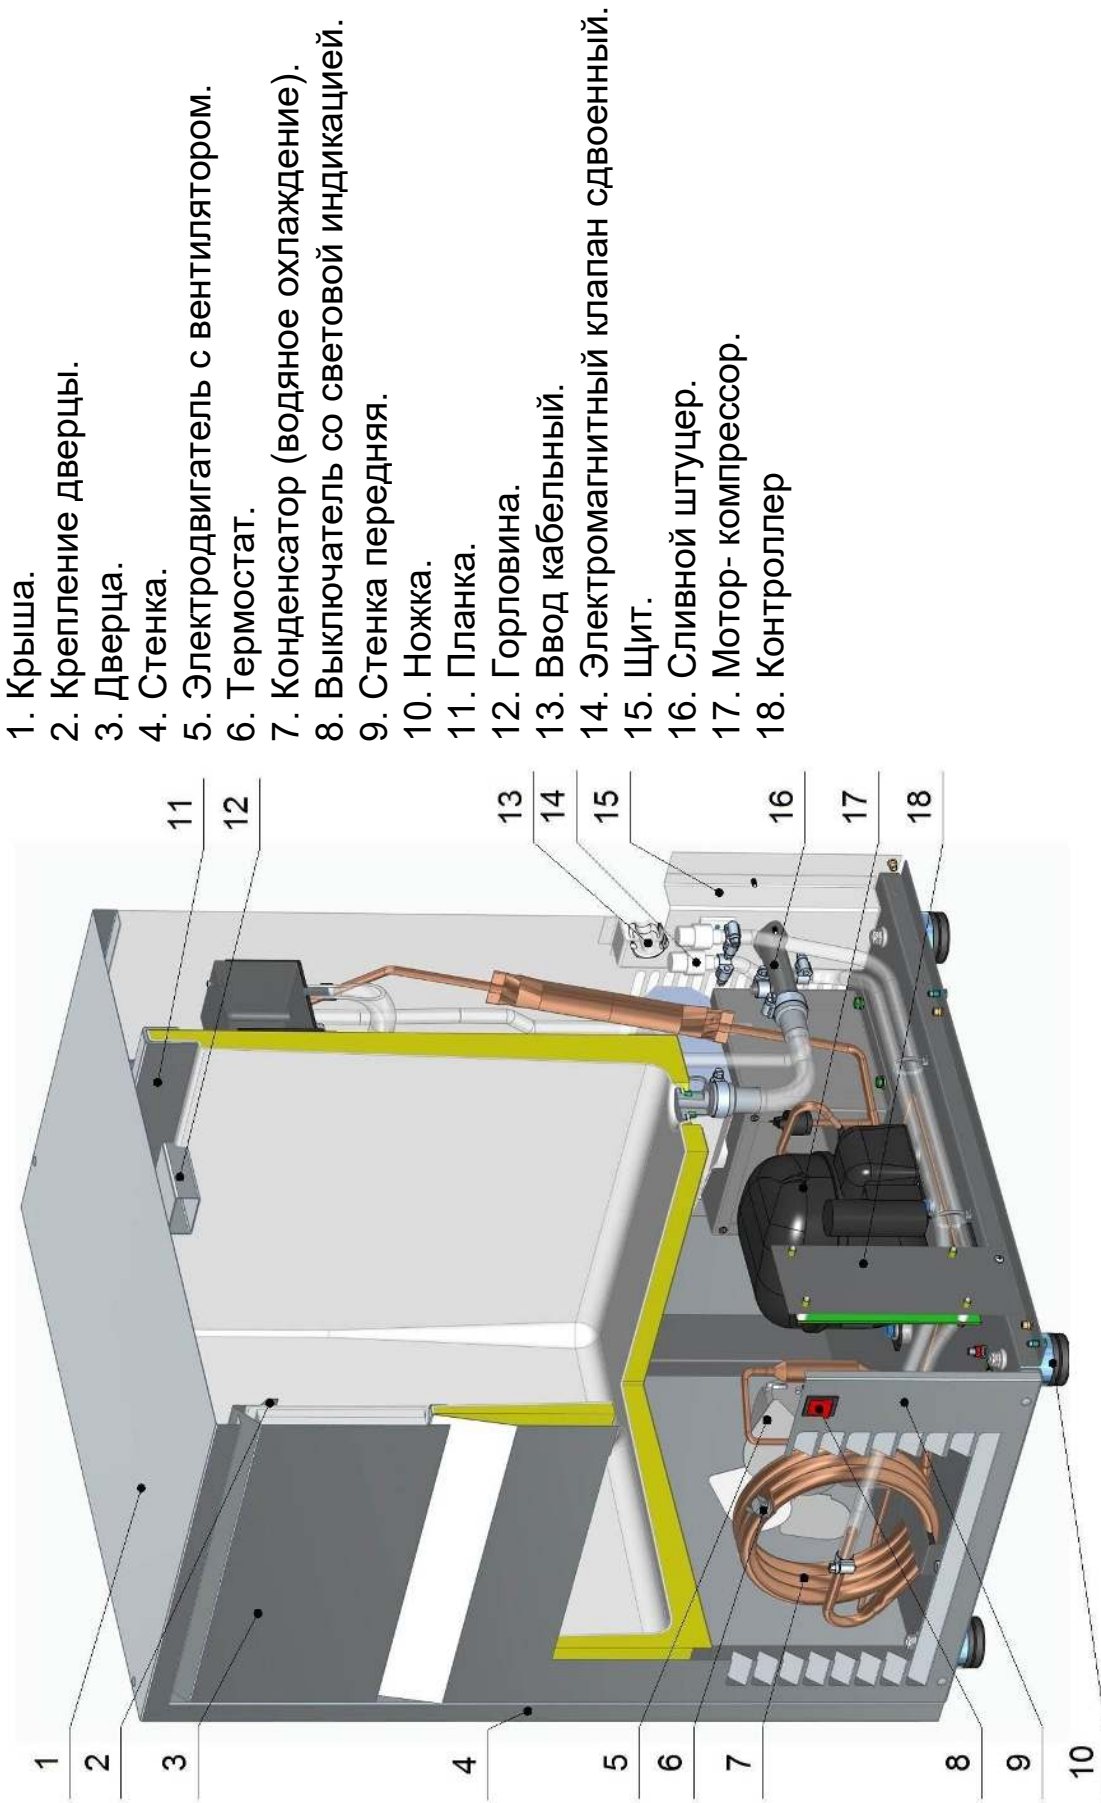
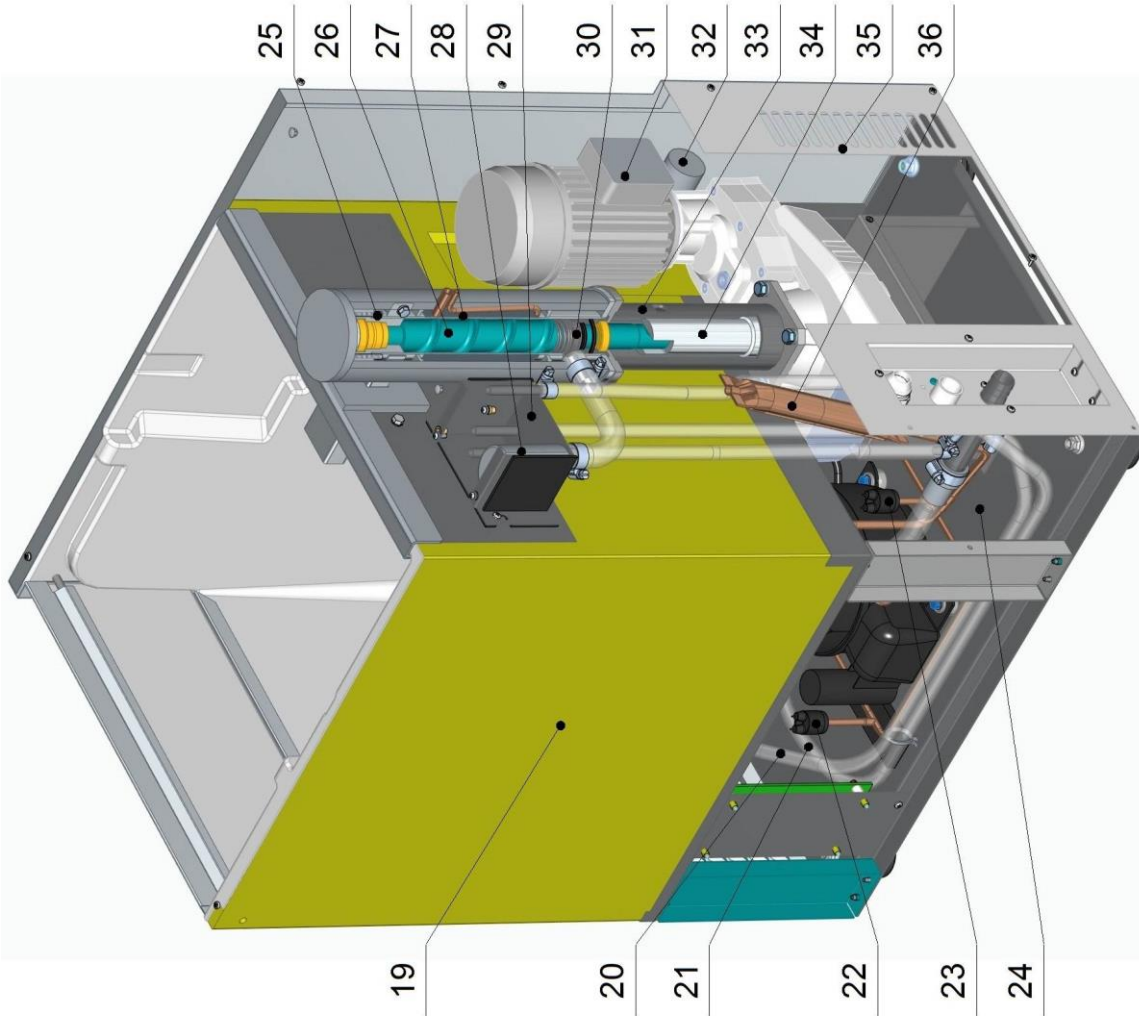
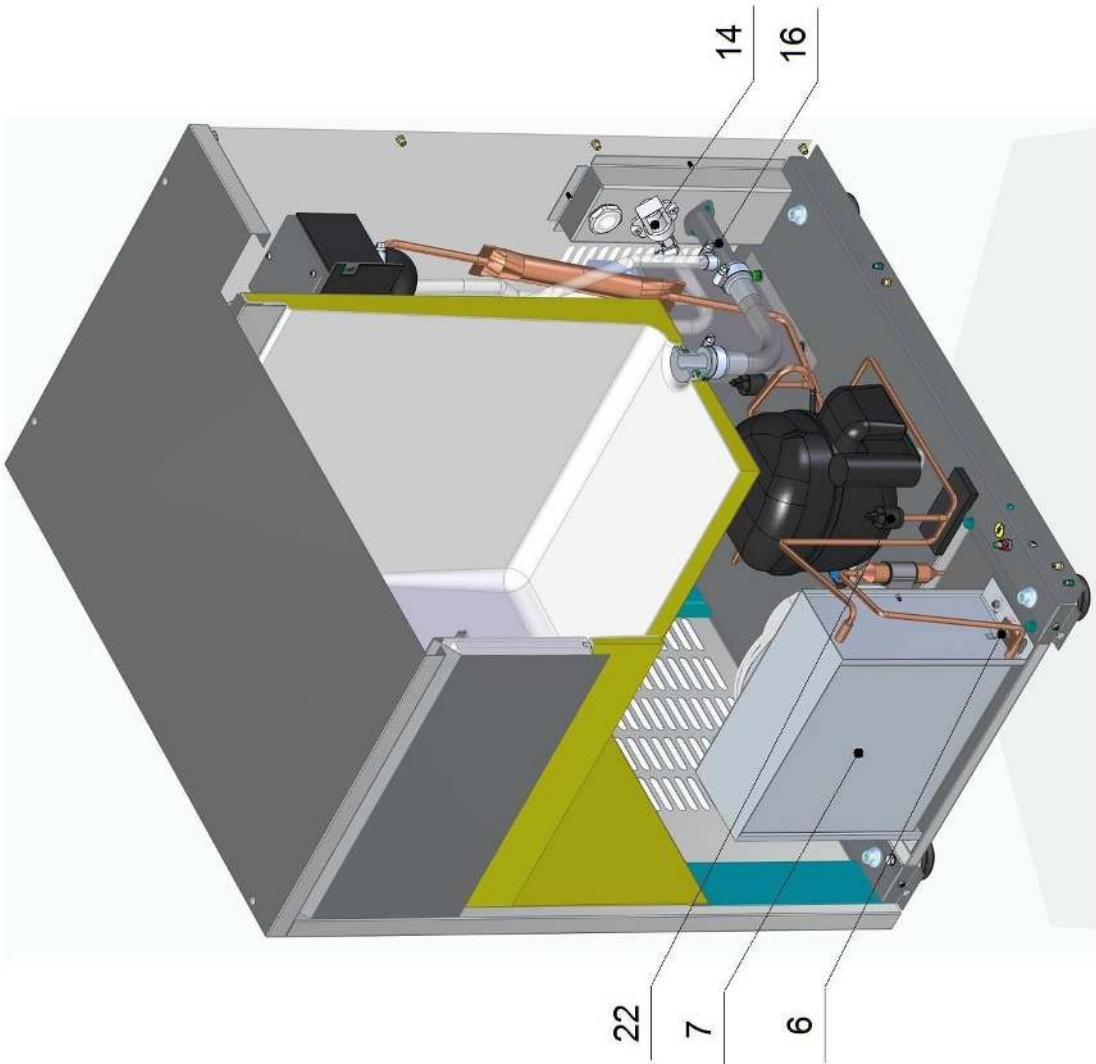

Рис. 1 Устройство льдогенераторов ЛГ-60/20Г-01, ЛГ-90/30Г-01
Рис. 2 Устройство льдогенератора ЛГ-60/20Г-01, ЛГ-90/30Г-01
Рис. 3 Отличие льдогенератора ЛГ-60/20Г-02, ЛГ-90/30Г-02
**2.1.1** Устройство льдогенераторов гранулированного льда ЛГ-60/20Г-01, ЛГ-60/20Г-02, ЛГ-90/30Г-01 и ЛГ-90/30Г-02 приведено на рис. 1, рис. 2, рис.3.